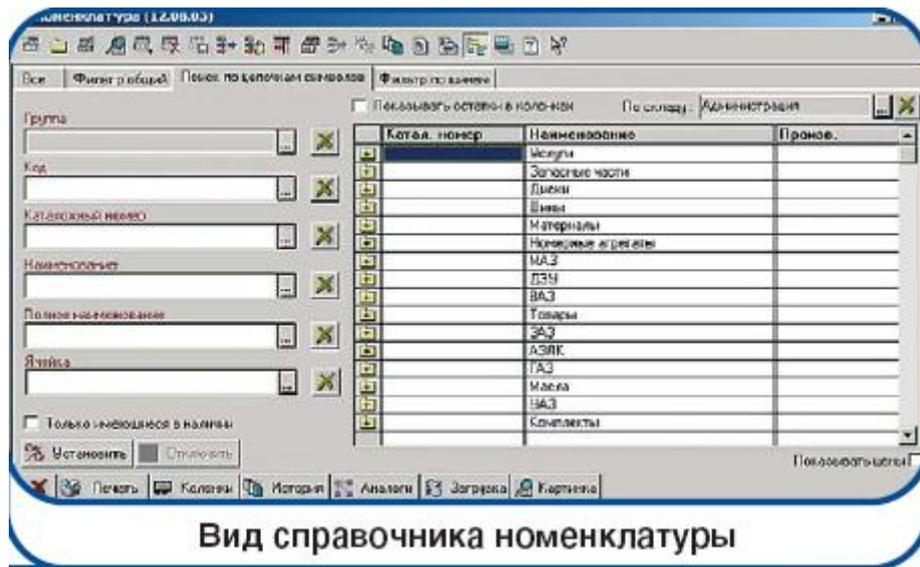

Рисунок 5.8 Справочник номенклатуры запасных частей
3. Учет запчастей, см. рис. 5.8 – 5.9